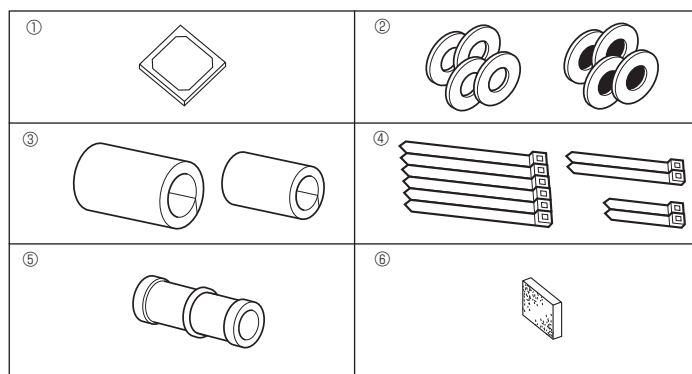

Fig. 4-1
4.1. Kontroll av inomhusenhetens tillbehör (Fig. 4-1)